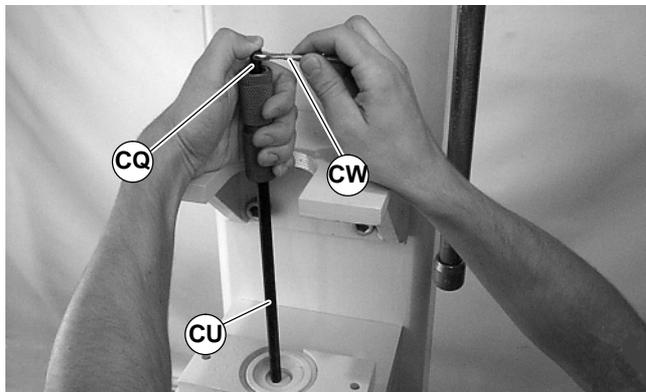

Abbildung 40
2. Das Lagerausbauwerkzeug (CQ) in der richtigen Position halten. Dabei das Verlängerungswerkzeug (CU) Teilnr. 25-08, in die entgegengesetzte Seite der Antriebsrolle einführen (CR). Das Lagerausbauwerkzeug drehen (CQ), bis die Sechskantspitze des Verlängerungswerkzeugs (CU) in die Schraube des Lagerausbauwerkzeugs greift (CV).
3. Unter Beibehalten der Position des Verlängerungswerkzeugs (CU) mit einem Schlüssel (CW siehe Abbildung 40) das Lagerausbauwerkzeug rotieren (CQ), um das konisch erweiterte Ende des Werkzeugs zu spreizen.